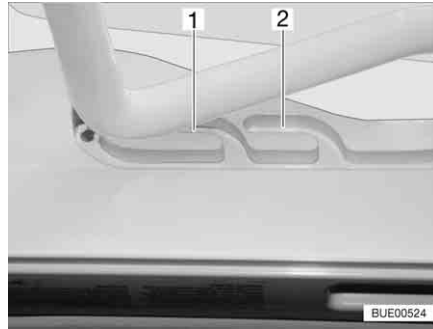
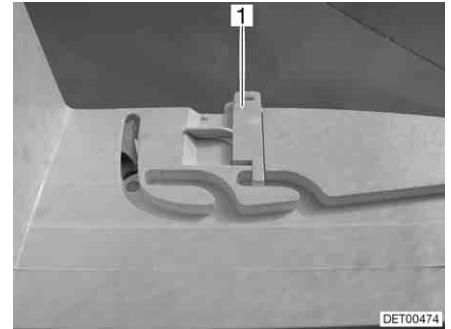

Bild 55 Heki-takluckan i ventilationsläge
Bild 56 Lås ventilationsläge
Heki-takluckan kan ställas i två ventilationslägen: Läget för dåligt väder (Bild 55,1) och mittläget (Bild 55,2). Beroende på modell kan takluckan låsas i mittläget med spärren (Bild 56,1).
- Tryck bygel lätt uppåt och skjut in den i det valda spåret (Bild 55,1 eller 2) och lås eventuellt.